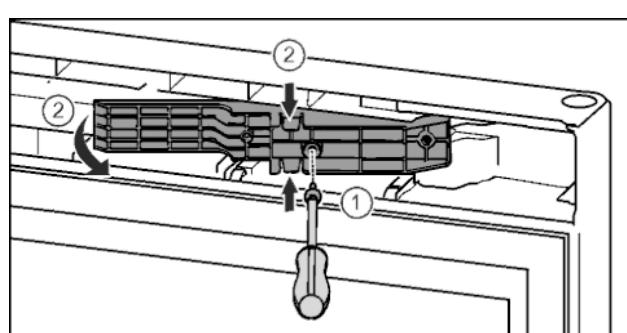

Fig. 15*
► Отпустить винты отверткой T15. Fig. 15 (1)*
► Извлечь деталь адаптера. Fig. 15 (2)*